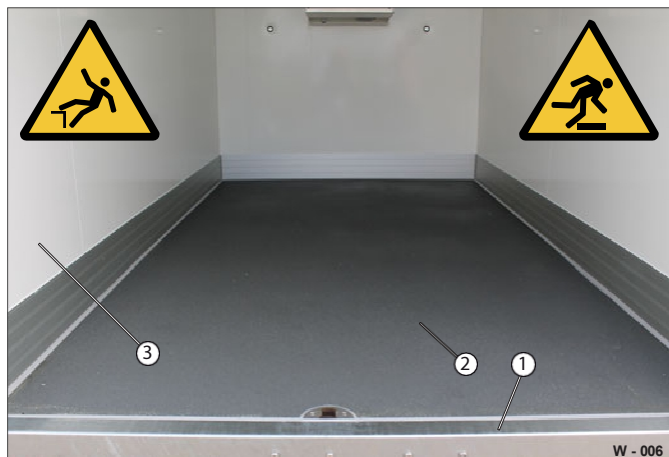

Fig. 21 Tilgang til interiøret
Gulv (fig. 21/2), innvendige vegger (fig. 21/3) og eventuelt tak må rengjøres grundig med jevne mellomrom for å unngå forurensning/smuss - minimer risikoen for forurensning.
- Tørk av gulvet (fig. 21/2) og innerveggene (fig. 21/3) og eventuelt taket med en fuktig klut.
- Kontroller at det ikke er rustflekker på portalrammen (fig. 21/1) - behandle med rusthemmende middel eller rengjøringsmiddel for rustfritt stål ved behov.